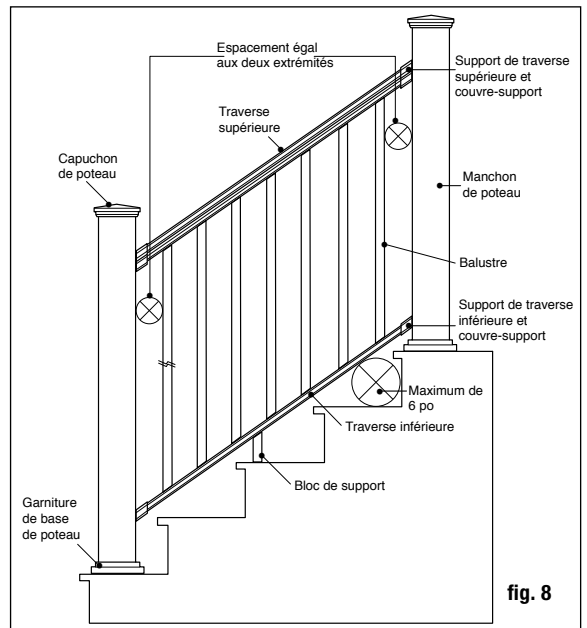
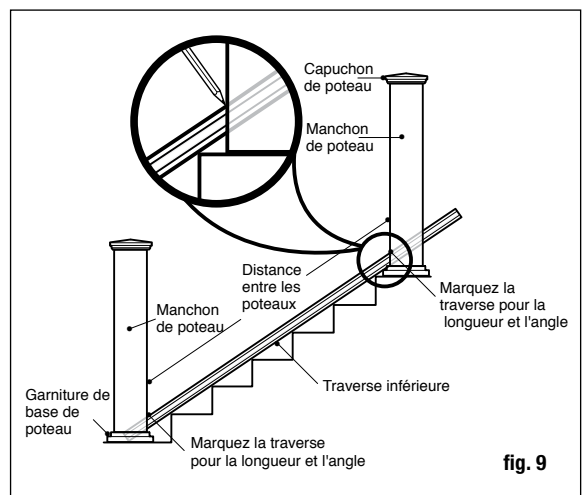

fig. 8
fig. 9
Étape 6 Mesurez la distance entre les manchons de poteaux installés pour déterminer la longueur des traverses du haut et du bas. Placez la traverse inférieure sur les girons, près des poteaux et ajustez afin que la distance entre le premier trou de balustre et le poteau soit plus élevée qu'au moins 7 cm (2-3/4 po), puis égale aux deux extrémités (fig. 8). Marquez la traverse à la bonne
longueur et angle. Coupez la traverse du bas. Coupez la traverse du haut à la même longueur et le même angle (fig. 9).
Étape 7 Placez les bons couvre-supports et support de traverse aux extrémités de la traverse supérieure. Portez une attention particulière aux supports utilisés, sachant qu'ils ont des angles différents entre les traverses du haut et du bas. Marquez la position sur le bloc de support et joindre à la rampe inférieure. Placez la traverse inférieure entre les poteaux des girons de l'escalier (fig. 9). Vous pourriez devoir placer des cales entre deux nez de marche afin de surélever la traverse du bas. Vérifiez les exigences dans votre région. Généralement, une sphère de 15 cm (6 po) ne peut pas passer par le triangle formé par la traverse du bas, le giron et la contremarche (fig. 8). Centrez le support d'escalier sur le poteau. En utilisant le support d'escalier comme guide, marquez la position des vis sur le manchon de poteau et sur les deux extrémités de la traverse. Percez des trous de guidage de 1/8 po dans le manchon de poteau et la traverse. Fixez le support d'escalier au manchon de poteau grâce à des vis à tête plane n° 8-15 x 2 po - n° 2, puis fixez le support d'escalier à la traverse en utilisant des vis à minces à têtes carrées autotaraudeuses n° 8-16 x 3/4 po - n° 1.